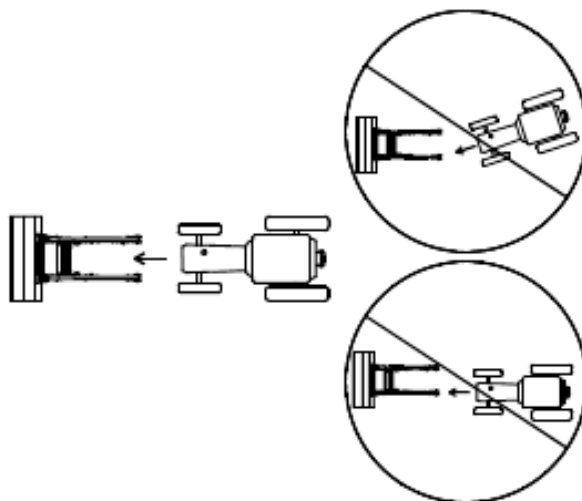

Рис. 3 Монтаж погрузчика на трактор
1. Подведите трактор к погрузчику таким образом, чтобы он располагался между стойками погрузчика и параллельно им (рис. 3). Медленно подайте трактор вперед, чтобы рукава высокого давления погрузчика можно было подсоединить к гидросистеме трактора. Заглушите трактор и включите парковочный тормоз. Подсоедините РВД погрузчика к маркированным цветами разъемам на тракторе. При правильном присоединении движение рычагов вперед опускает погрузчик или разгружает навесное оборудование и наоборот.